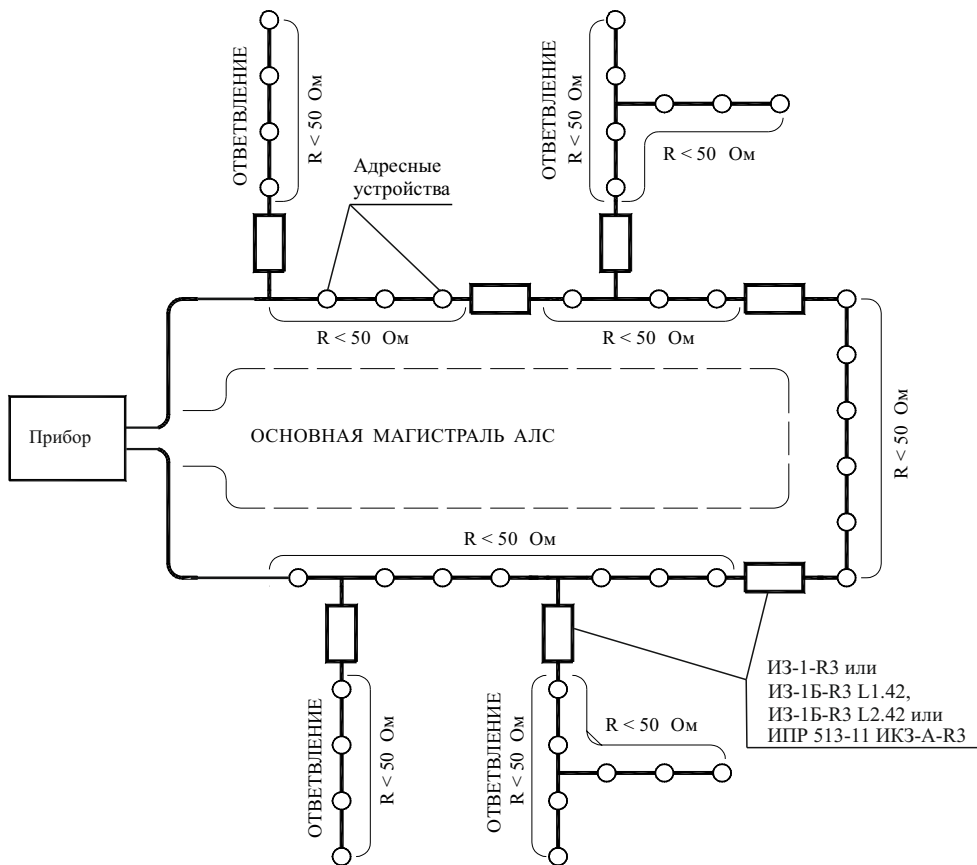

Рисунок 4
- разрывать кольцевую АЛС (рисунок 4) между двумя местами установки ИЗ-1Б-Р3. Это локализует участок между ИЗ-1Б-Р3 и оставляет работоспособными остальные участки АЛС;